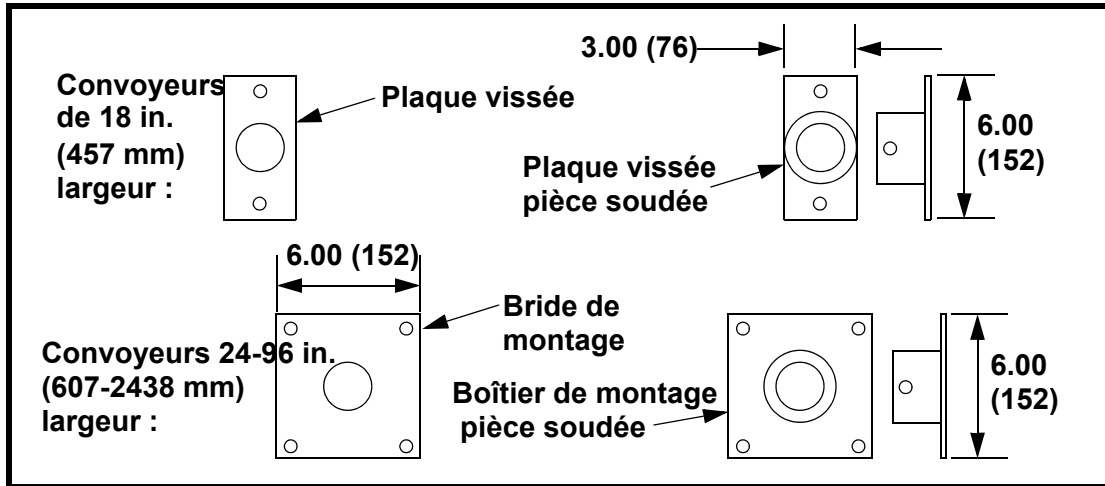

Figure 4. Martin® Torsion plaques de montage du chasse pierres en V
5. Voir la figure 4. Marquer l'emplacement des trous de fixation comme suit :